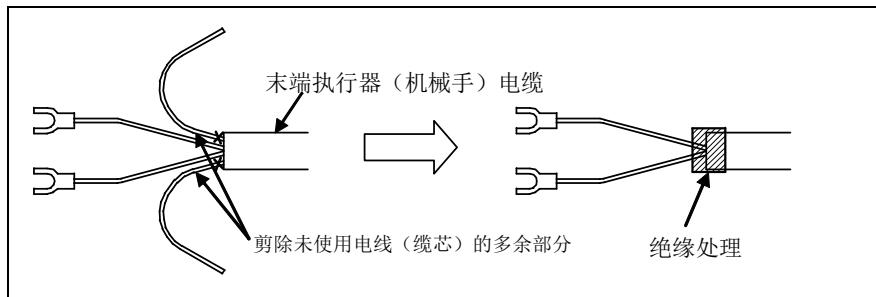

图 5 末端执行器(机械手)电缆的处理方法
- 请剪除末端执行器(机械手)电缆的未使用电线(缆芯)的多余部分并进行绝缘处理。如缠绕醋酸布胶带等。(见图 5)